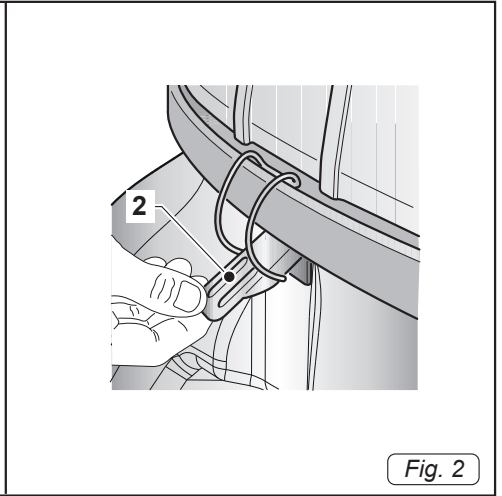
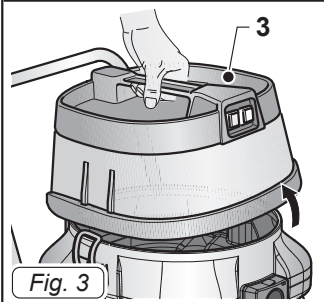

Fig. 2
Fig. 3
- Открыть защелки (2 Рис. 2) и снять крышку (3 Рис. 3) вместе с двигателем.
- Снова установить крышку, зафиксировав ее с помощью защелок (2 Рис. 2).
- Расцепить фиксаторы (2 Рис. 2) и снять крышку (3 Рис. 3) с моторным блоком.